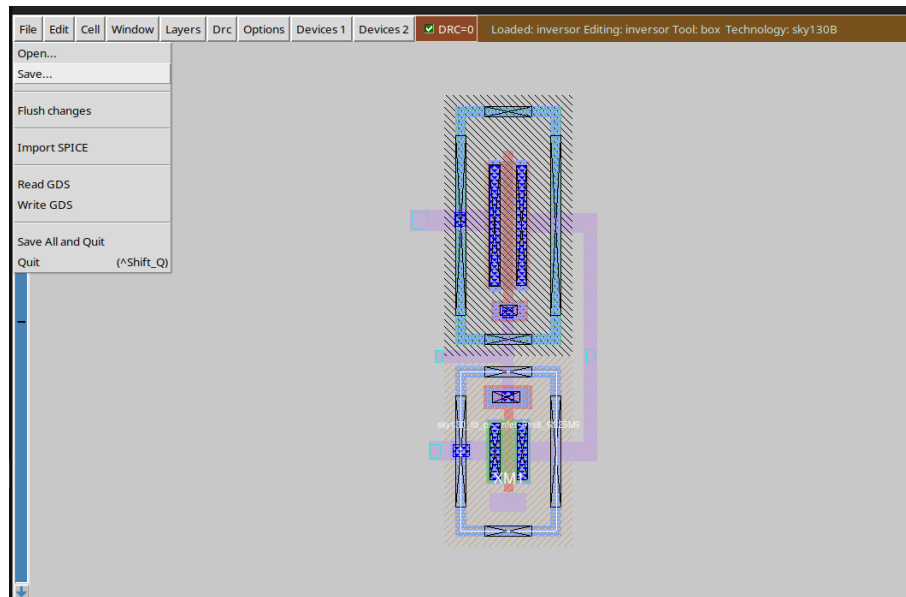
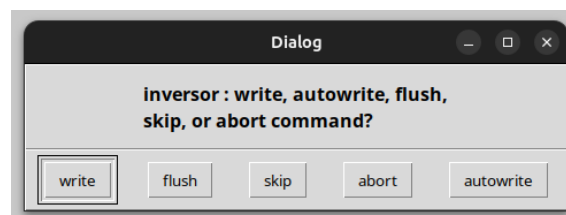

Figura 36: Guardar Layout del inversor.
Figura 37: Guardar Layout del inversor.
9. Guarda el diseño haciendo clic en **File** → **save** con el nombre **inversor.mag**, figura 36. Cada vez que haga alguna modificación y necesite guardar los cambios se le aparecerá un cuadro de dialogo (figura 37) donde deberá pulsar **write** o **autowrite** para hacer efectivo el cambio.